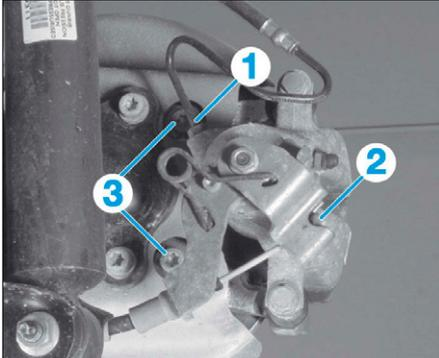

FIG. 15
- le flexible de frein (1) de l'étrier (Fig.15),
- le câble du frein de stationnement (2).
- les fixations du support étrier (3) (Fig.15),